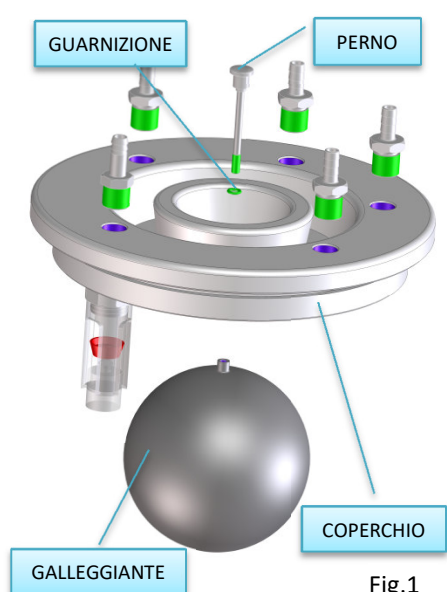

Fig.1
3. Procedere al montaggio del galleggiante di sicurezza (fig. 1) infilando il perno completo di guarnizione nell'apposito foro al centro del coperchio del vaso. Inserire quindi il galleggiante sotto il coperchio avvitandolo completamente al perno.